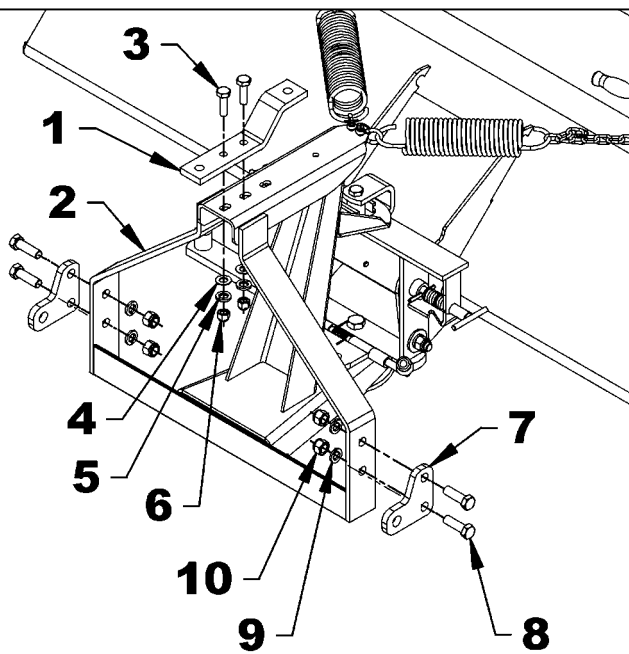

Figure 9B
- Si la distance A est égale ou plus petite que 4 1/4", utiliser l'option d'installation 2 - figures 9B-10B.